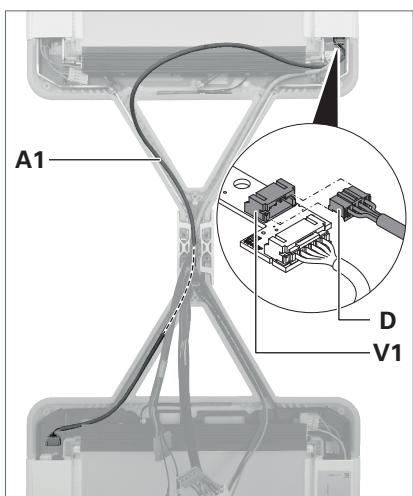

Fig. 12: Collegare la linea di comando .
- ▶ Continuare a posare la linea di comando **A1** del set di trefoli nel braccio di supporto della testa dell'apparecchio 1, vedere Fig. 12.